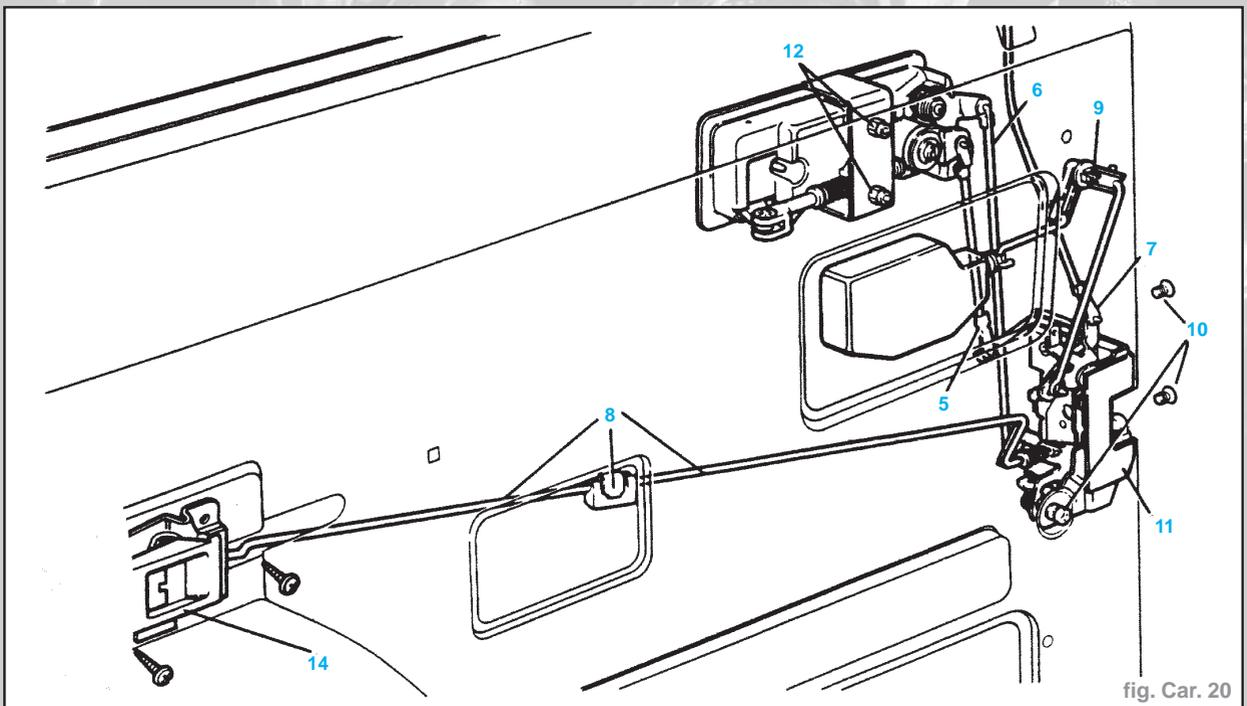

fig. Car. 20
- Déconnecter de la serrure la biellette de commande du barillet de serrure en libérant le collier métallique de la partie inférieure de la biellette (5) (Fig. Car. 20).
- Dégager la biellette de commande de la poignée extérieure d'ouverture de porte en la retirant de la virole plastique (6).
- Dégager la biellette de commande de bouton à distance de la serrure en libérant le collier métallique au niveau de la partie inférieure de la biellette et déposer la biellette de la porte (7).
- Dégager le raccord de biellette de commande situé entre la poignée d'ouverture intérieure de porte et la serrure de porte en desserrant le collier métallique et en extrayant l'une des biellettes de commande du bloc de connexion plastique (8).
- De l'intérieur du panneau de porte intérieur (9). Faire sortir la grille du panneau.
- Libérer la serrure de porte en retirant les deux vis à tête fraisée du bord de porte ainsi que la vis unique et la rondelle indesserrable du panneau de porte intérieur (10).
- Retirer la serrure par la découpe arrière inférieure dans panneau de porte intérieur (11).
- Retirer les deux écrous, les rondelles indesserrables et le support de retenue maintenant la poignée extérieure d'ouverture de porte au panneau de porte extérieur ; ils sont accessibles grâce à la découpe arrière supérieure dans la panneau de porte intérieur (12).